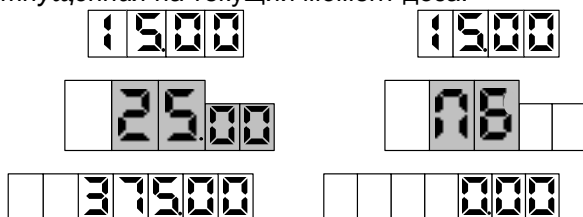

Рисунок 3
8.3 Доза задается на устройство с системы управления. Когда блок будет готов к отпуску топлива, в средней строке табло ТРК мигающими символами отобразится величина заданной дозы, а в случае отпуска "до полного бака" – символы "ПБ" (рисунок 3). Это дает клиенту удобный способ определить, когда можно начать заправку, а также убедиться, что задано именно то количество топлива, которое он заказывал. Для запуска налива необходимо снять раздаточный кран или подать команду "Пуск" с системы управления, после чего значения стоимости и объема на табло обнуляются. С этих пор на табло отображается *отпущенная* на текущий момент доза.